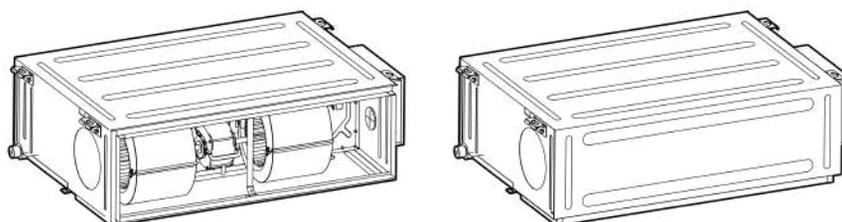

Рис.4.4.4
- (1) Розташування прямокутного фланця за замовчуванням знаходиться ззаду, а кришка зворотного повітря розташована внизу, як показано на Рис.4.4.4.